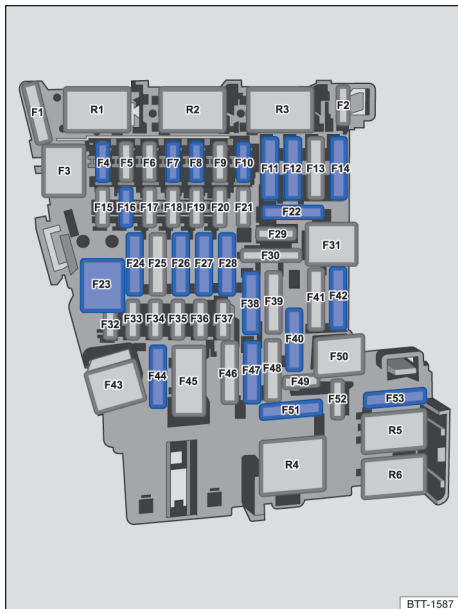

Fig. 226 No painel de instrumentos: disposição dos fusíveis.
Slot → Fig. 226:
1) Observar o local de instalação. Local do fusível montado de fábrica conforme representado na figura → Fig. 226.